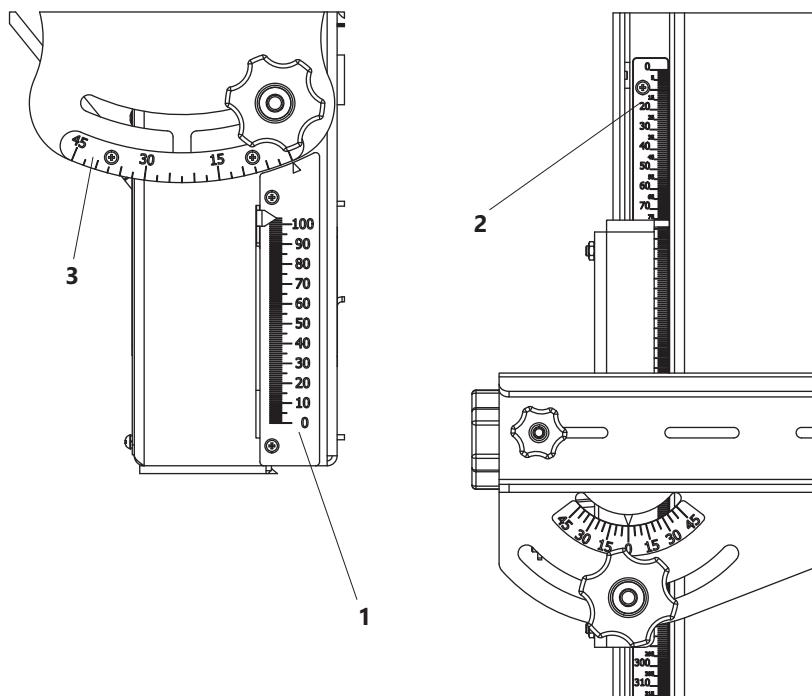
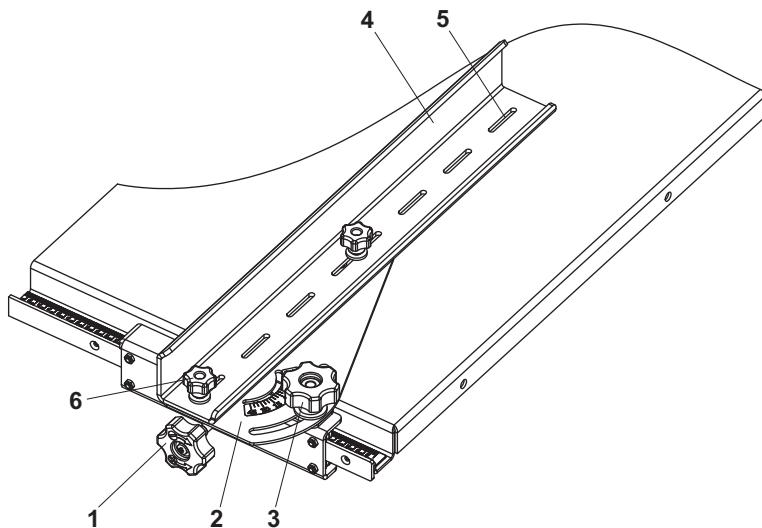

Рисунок 7. Шкалы настройки реза
Рисунок 8. Регулировка положения направляющей линейки
### 6.1.2 Регулировка шкал (рис. 7)
### **7.1.1 Установка и настройка направляющей линейки (рис. 8)**
Направляющая линейка может перемещаться вдоль кромки пильного стола. После выставления необходимого размера по шкале 2 (рис. 7), направляющая линейка фиксируется ручкой 1 (рис. 8). Для изменения угла поворота направляющей линейки расфиксируйте поворотный кронштейн 2 ручкой 3 и поверните на необходимый угол, зафиксируйте установленный угол.
- с помощью маховика 11 установить по шкале 1 (рис. 7) указатель на необходимую глубину пропила;
- с помощью рукоятки 13 установить по шкале 3 (рис. 7) указатель на необходимый угол наклона пильного диска;